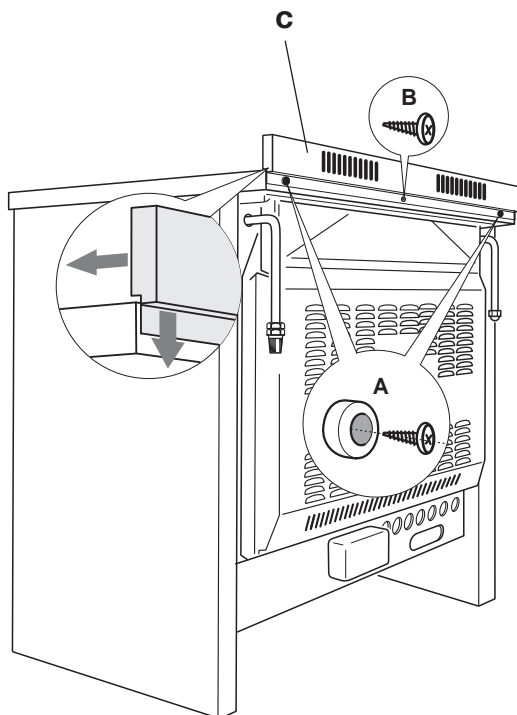

Fig. 8.3
Avant d'installer la cuisinière, assembler la protection arrière "C" (fig. 8.3).
- Enlever les entretoises "A" (fig. 8.3) en dévissant la vis de fixation.